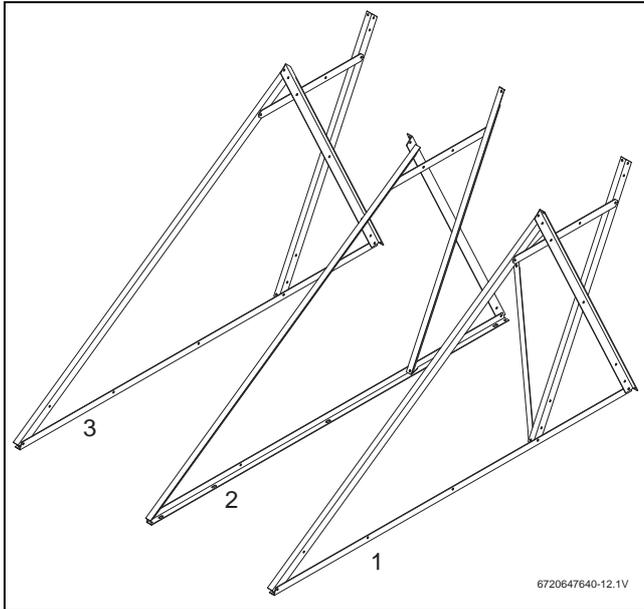

Fig. 20 Montar outros triângulos laterais
- o triângulo do meio (Fig. 20, [2]) inversamente ao primeiro [1],
- o triângulo esquerdo (Fig. 20, [3]) como o primeiro triângulo lateral [1].